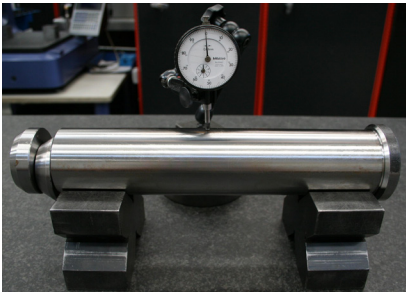

Fig.6
- im Falle offensichtlicher Verformungen kann eine Prüfung wie im Beispiel **Fig.6** erfolgen. Andere Prüfungseinrichtungen und Möglichkeiten sind dem Kunden überlassen;